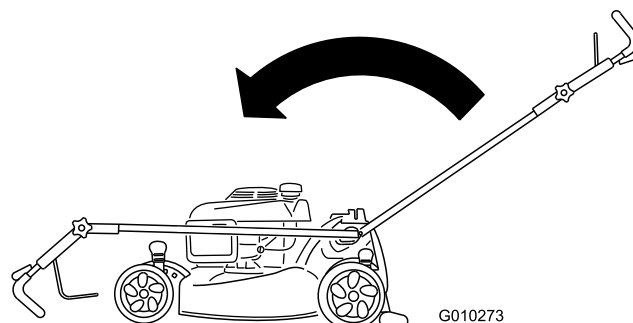

Figura 52
2. Spostate completamente avanti la stegola e allentate la manopola della sua sezione superiore (Figura 52).